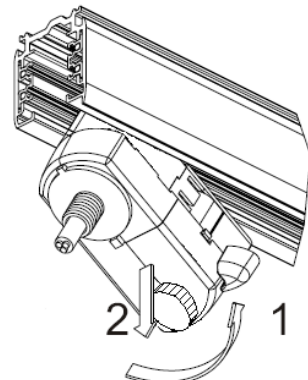

Рис. 4
- 4.7 При демонтаже светильника следует сначала установить диск переключателя в положение 0, затем освободить адаптер путем поворота фиксатора и вытащить его из шинопровода (см. рис.4).